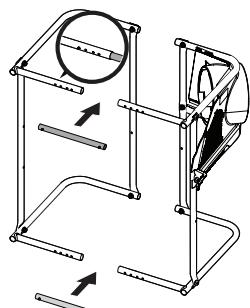

Figura 8
- Alinee los montajes de las estructuras izquierda y derecha como se indica en la Figura 8.
- Introduzca el tubo de ajuste en la parte inferior delantera del montaje de la estructura izquierda, como se ilustra en el recuadro de la Figura 8, girando hasta que el botón de resorte trabé en el orificio más alejado del borde.